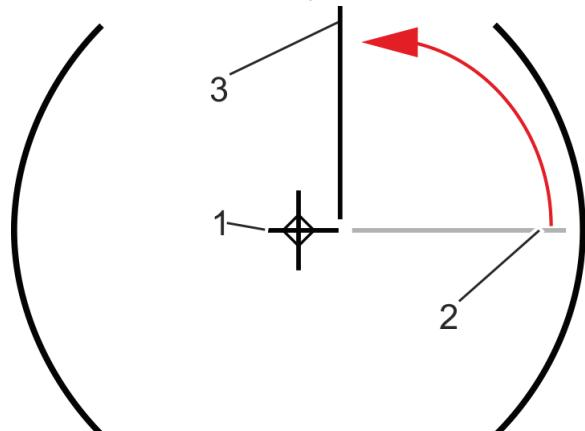

Рис. 94 Складывание створки
- Переместить турникет (рис. 94/1), для этого нужен один человек.
- Переместить створку (рис. 94/2) короткими рывками.
- Сложить створку в исходное положение (рис. 94/2).